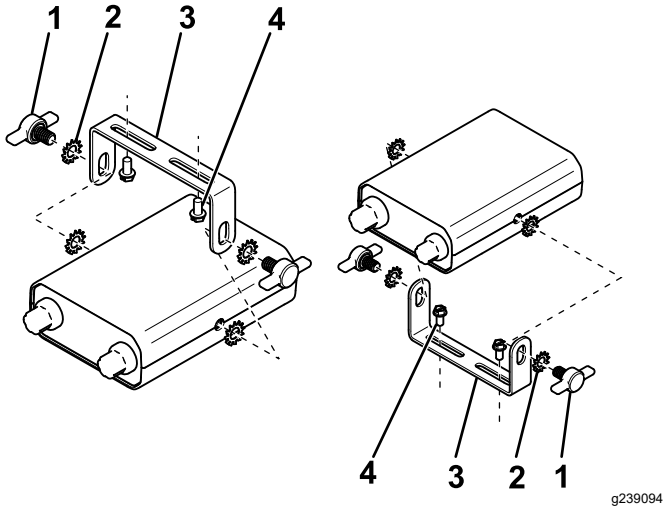

Figure 14
1. Fixez le support au véhicule à l'aide de 2 vis à tête (Figure 14).
2. Fixez le contrôleur au support de montage au moyen de 4 rondelles en étoile et 2 vis à oreilles (Figure 14).